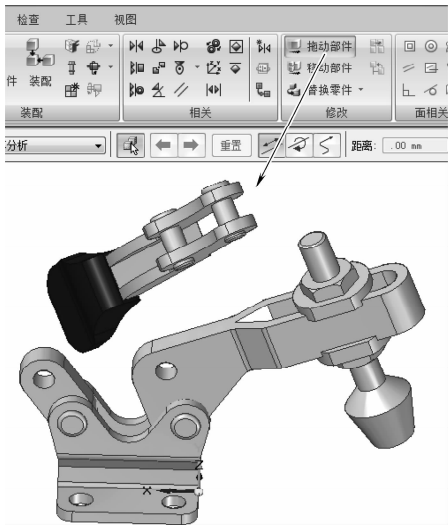

图 8-129 拖动部件
- (2) 为了便于进行配合约束，先旋转【零件5】，单击【主页】菜单中的【修改】一栏中的【拖动部件】后单击弹出窗口中的【确定】按钮，如图 8-129 所示。